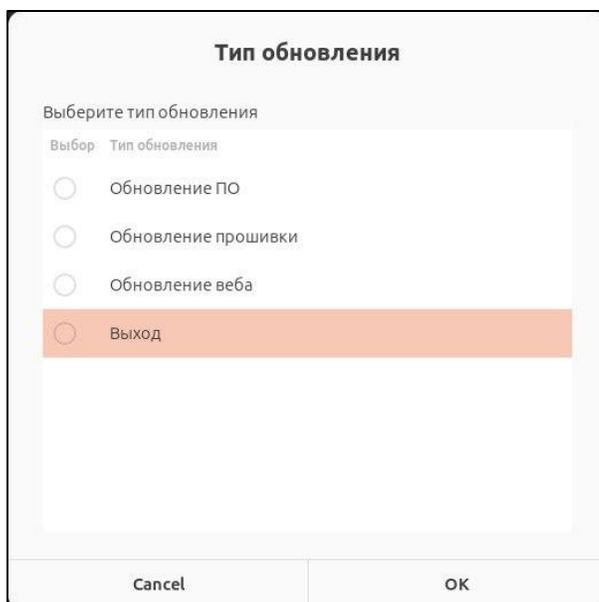

Рисунок 84 – Диалоговое окно для выбора типа обновления
- 3) Откроется программный интерфейс «Terminal». Отобразится диалоговое окно для выбора типа обновления (см. Рисунок 84).
Дождитесь появления диалогового окна для выбора типа обновления (см. Рисунок 84).